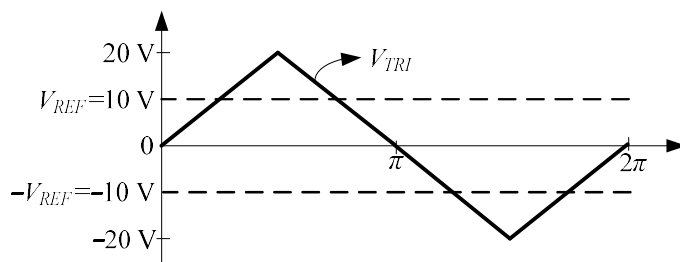
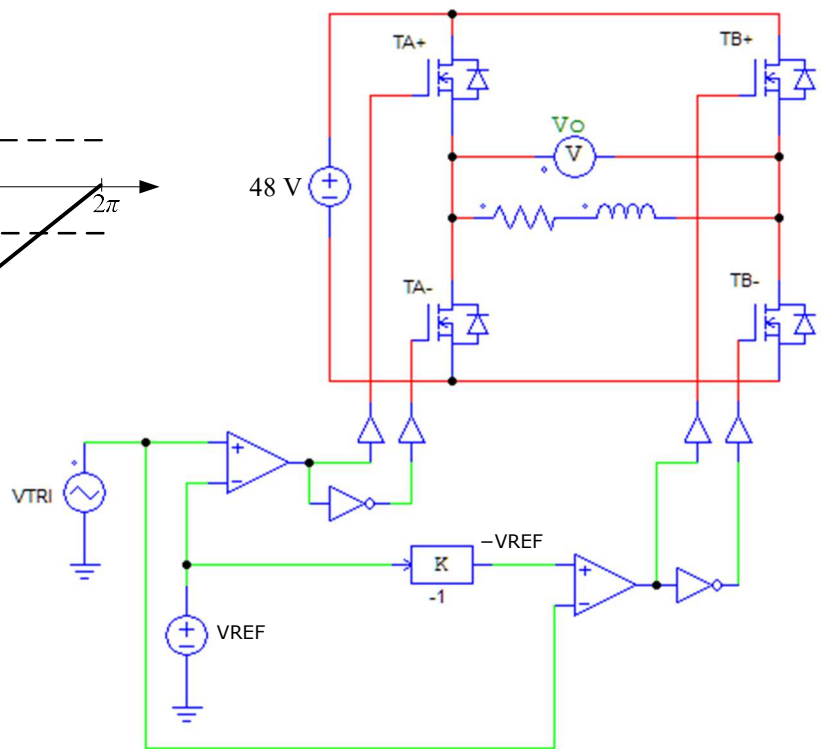

Figura 2
Figura 1
- 5) Na Figura 1 estão representados um inversor e o respetivo circuito de controlo implementados em PSIM. Na Figura 2 estão representados os sinais a utilizar para um comando de onda quadrada de dois níveis (*phase shifted*).
- a) [1,5 val] Represente os sinais de controlo de cada um dos quatro mosfet, garantindo a correta correspondência temporal com os sinais da Figura 2.